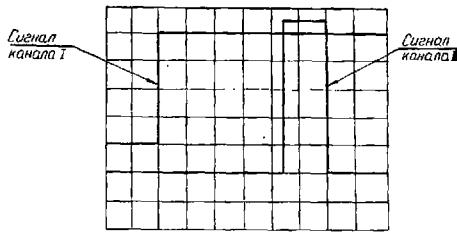

Рис. 7. Измерение временного сдвига двух сигналов.
- л) измерьте расстояние по горизонтали между импульсом канала I и каналом II (рис. 7).